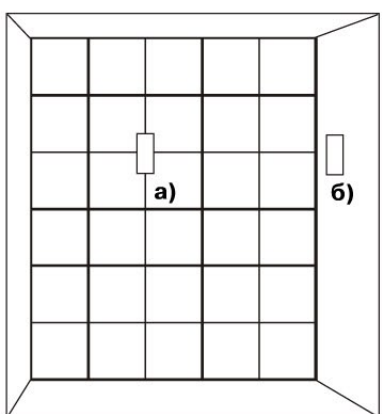

Рис.9 Защита стеклоблоков
- непосредственно на охраняемую стеклянную поверхность [рис. 9а)]. Для этого крепежное устройство удобно размещать в отверстии цементного шва, соединяющего стеклоблоки между собой, по методике установки извещателя на кирпичную или бетонную конструкцию;
- на примыкающую к охраняемой кирпичную, бетонную или стальную конструкцию [рис. 9б)] по соответствующей методике. Установку извещателя для охраны защитных стекол допускается производить либо на раму, в которой закреплено охраняемое стекло, либо на примыкающую к остекленному проему кирпичную, бетонную или стальную конструкцию по соответствующей методике.